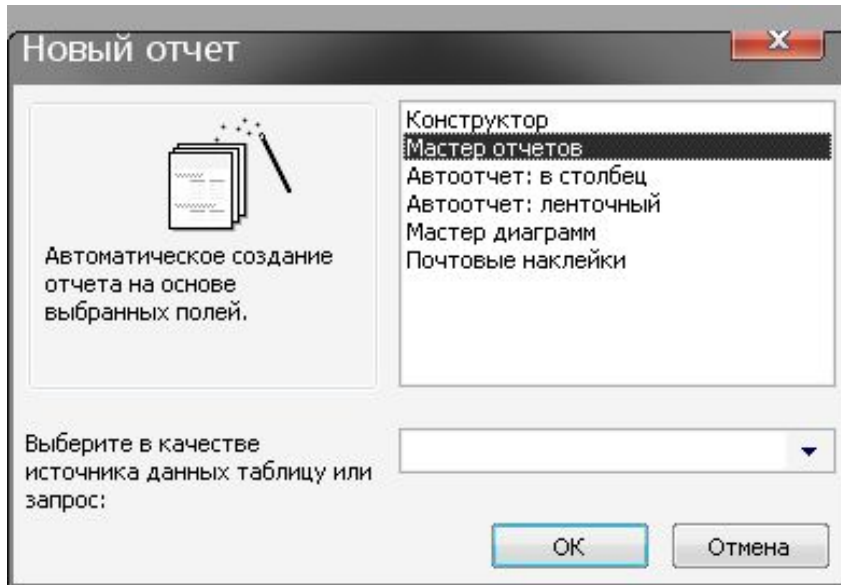

Рис. 2.20
1. У вікні відкритої бази даних вибрати вкладку "Отчеты" і клацнути по кнопці **Создать**. З'явиться вікно "Новый отчет" (рис. 2.20).